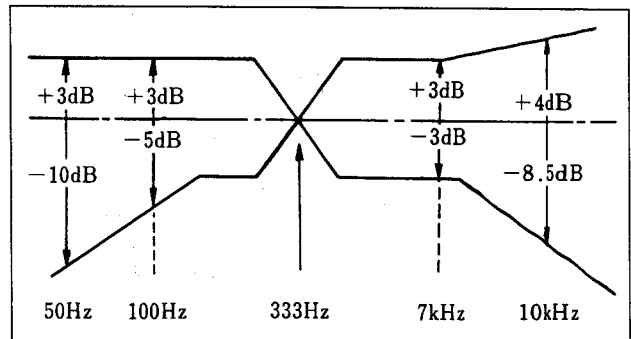

図5-30. 総合周波数特性チェック
- 6) 記録した部分を再生し、各出力レベルが規格内であることを確認する。(図5-30参照)